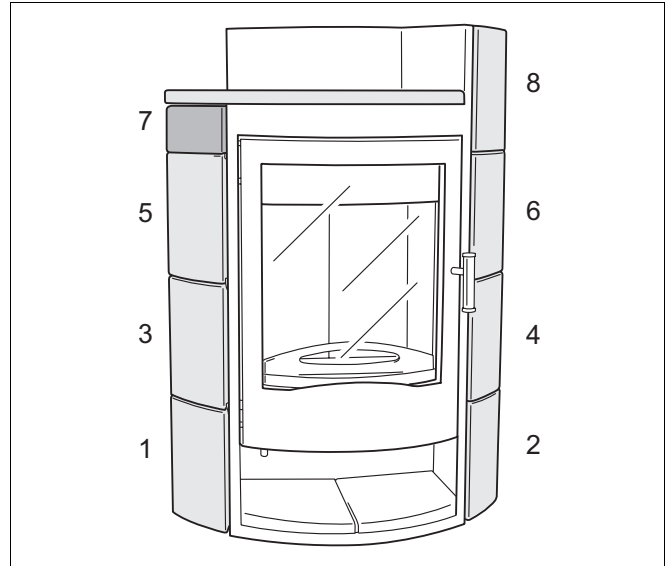
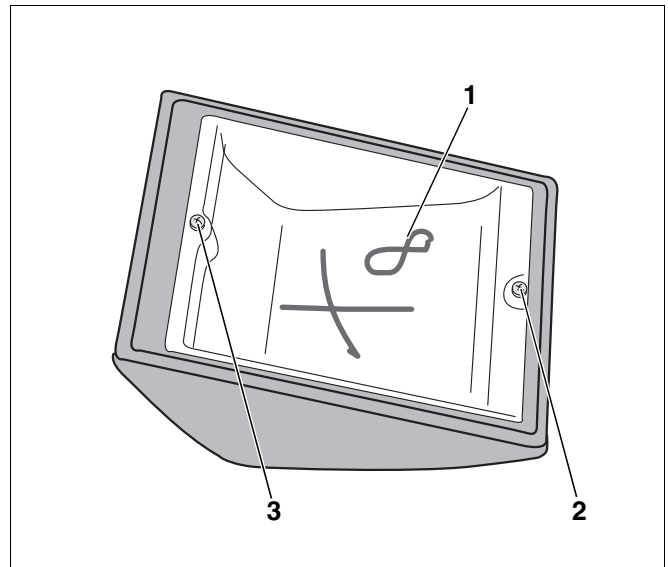

Abb. 54 Positionen der Kacheln
Abb. 55 Kachelrückseite
- Die Kacheln sind auf der Rückseite nummeriert (Abb. 55, **Pos. 1**). Halten Sie unbedingt die Reihenfolge der Nummerierung ein (Abb. 54).
- Mitgelieferte Schrauben in die Bohrungen auf der Kachelrückseite (Abb. 55, **Pos. 2 und 3**) eindrehen.